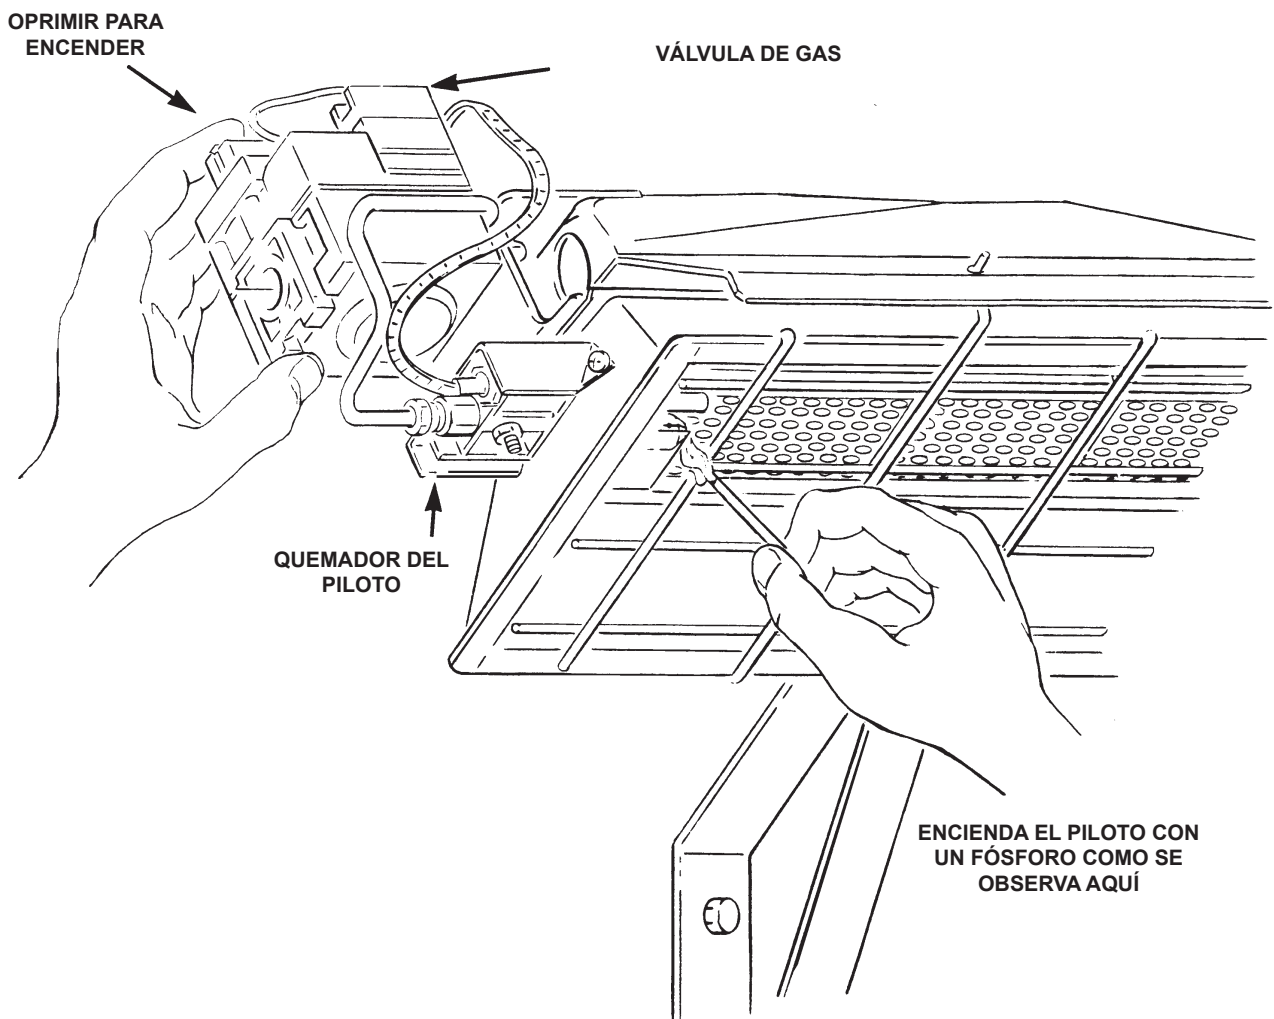

Figura 10. Encendido del quemador del piloto
- F. Oprima la perilla de control manual de gas. Con un fósforo, encienda la llama piloto. Consulte la Figura 10. Mantenga oprimida la perilla durante aproximadamente 30 segundos para que el aire que haya en las líneas de gas pase por el piloto y, cuando éste esté encendido, deje que la termocupla se caliente lo suficiente para activar la válvula de seguridad en posición abierta.
- G. Suelte la perilla de control manual de gas y gírela hasta la posición de encendido (ON).